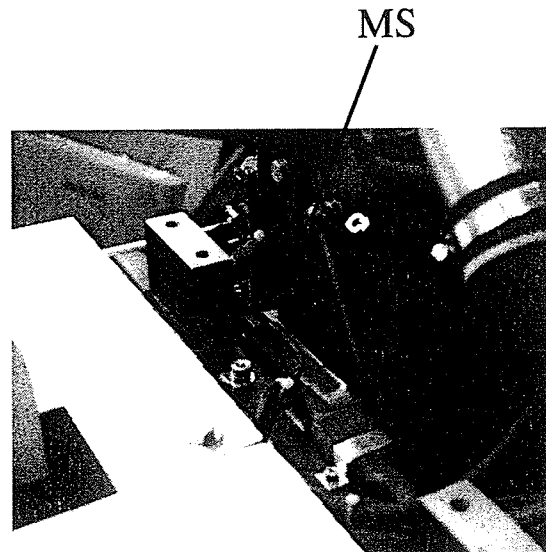

Bild 15
- Ölmeßstab „ MS“herausziehen und mit faserfreiem Lappen abwischen (Bild 15).